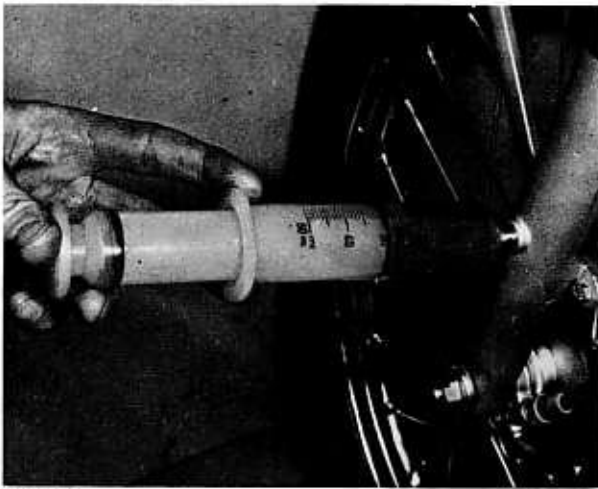

Bild 123
- Alle Teile auf Abnutzung und Beschädigung prüfen (Bild 120). Das Standrohr soll ohne fühlbares Seitenspiel im Gleitrohr gleiten. Das Standrohr durch Rollen auf einer ebenen Fläche auf Durchbiegung prüfen. Eine geringe Durchbiegung kann durch Pressen eventuell beseitigt werden. Im allgemeinen ist es jedoch besser, verbogene Teile zu ersetzen, da jedes Richten die Gefahr von Brüchen nach sich zieht. Der Zusammenbau erfolgt in umgekehrter Reihenfolge wie das Zerlegen (Bilder 121, 122). Die Gleitrohre sollen bis zur Einfüll- und Kontrollöffnung mit Motoröl SAE 20W oder einem speziellen Gabelöl gefüllt werden. Dies geschieht am besten nach dem Einbau der Gabel in den Rahmen (Bild 123).